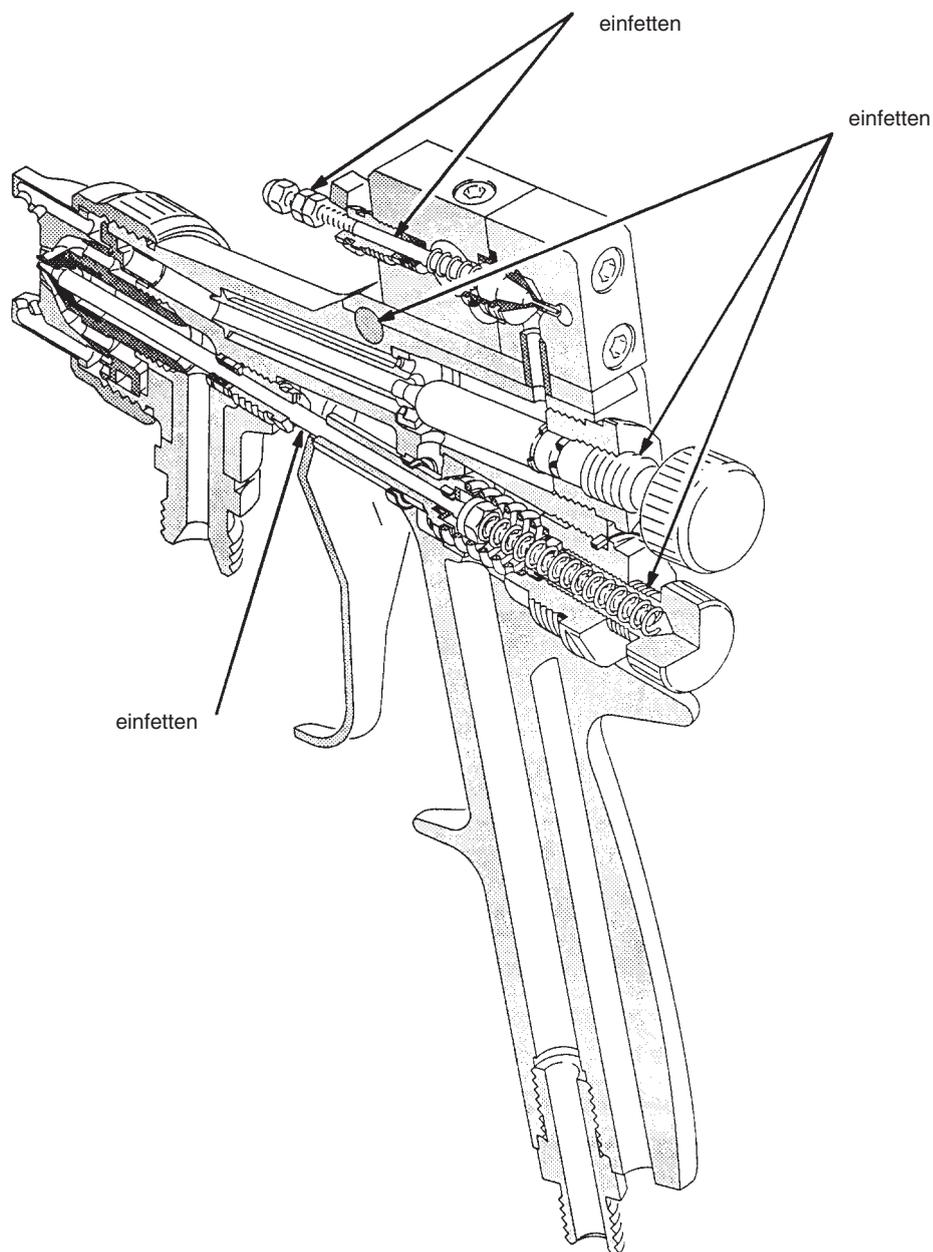

Fig. 9
12. Beim Einbau der Materialdüse (20) mit dem Schlüssel (35), die Pistole abziehen. Siehe Abb. 9.